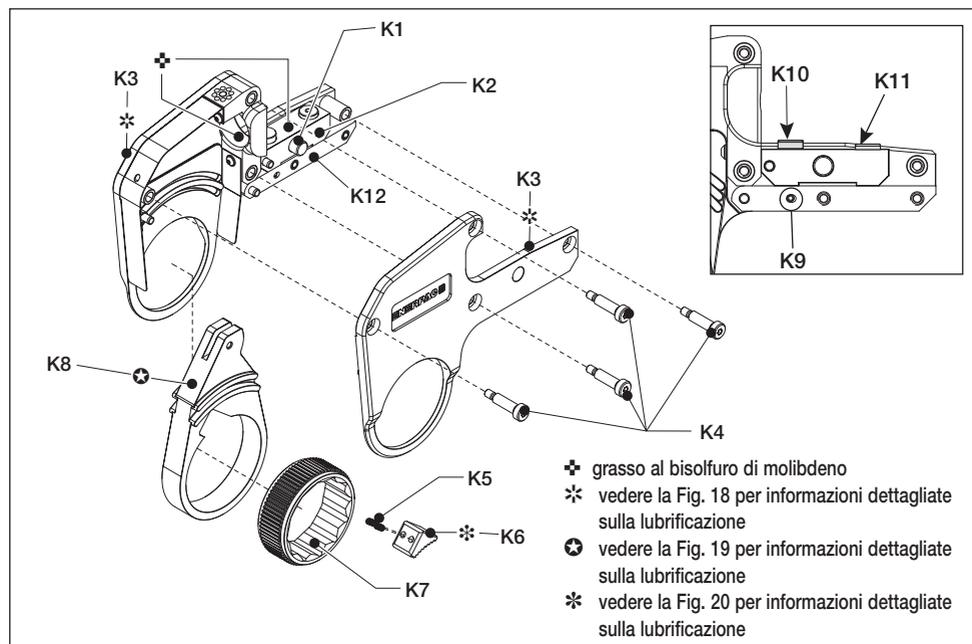

Figura 16
- Applicare un sottile strato di grasso al bisolfuro di molibdeno nel foro della piastra di posizionamento del cilindro sulla parte superiore del fermo del perno. Per conoscere i punti in cui applicare il grasso al bisolfuro di molibdeno, fare riferimento alla Figura 16 (✚).